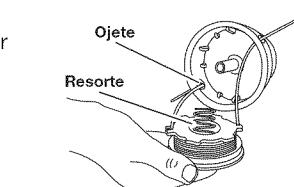

Fig. 21
13. Inserte o deslice los extremos de la línea por o en los ojete en la bobina exterior y coloque el carrete interior con el resorte dentro de la bobina exterior (Fig. 21). Empuje al mismo tiempo el carrete interior y la bobina exterior.
5. Inserte o deslice los extremos de la línea a través de o en los ojete en la bobina exterior (Fig. 21).